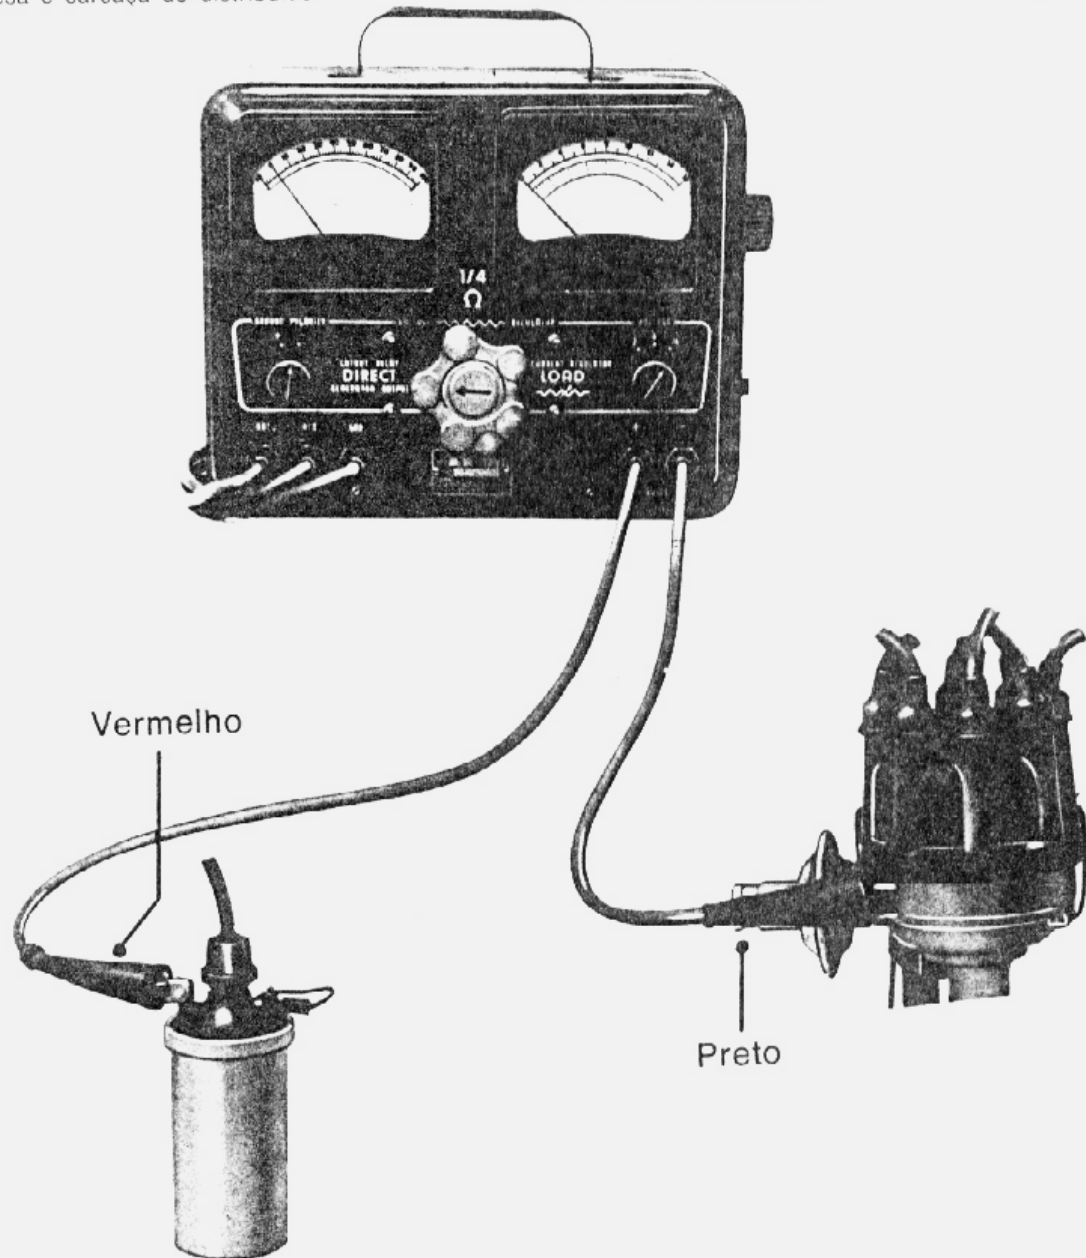

fig. 5 — teste da bobina à massa
1. Ligar os terminais dos condutores do voltímetro conforme ilustra a fig. 5.